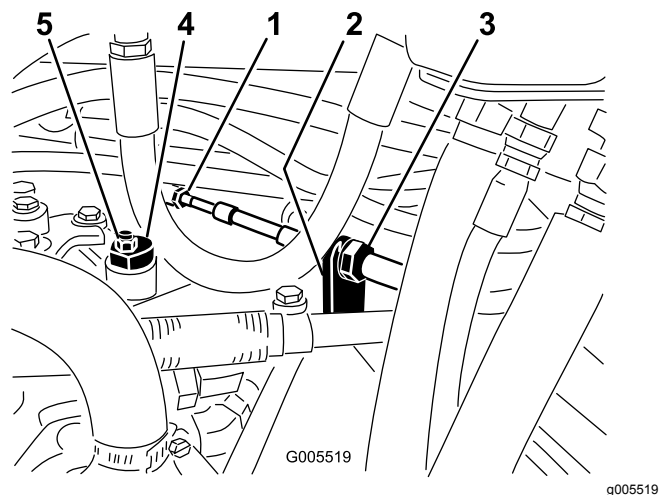

Figura 52
- A. Liberte as porcas de segurança que fixam o cabo de tração ao anteparo do hidróstato (Figura 52). Certifique-se de que as porcas se encontram soltas de forma idêntica, de modo a permitir a operação de ajuste.
Nota: Liberte a porca que fixa o disco excêntrico ao cimo do hidróstato (Figura 52).
- C. Rode o disco excêntrico até eliminar a deslocação em qualquer um dos sentidos. Quando a roda deixar de rodar, aperte a porca, bloqueando deste modo o disco excêntrico e fixando a posição de ajuste (Figura 52). Verifique se o ajuste é o adequado colocando o regulador nas posições Lento e Rápido.
- D. Aperte as porcas que se encontram em cada um dos lados do anteparo, fixando deste modo o cabo de tração ao anteparo (Figura 52) Não rode o cabo.